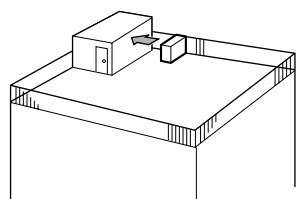

Fig. 2-3
- ① Positionner la sortie d'air vers le mur le plus proche et à environ 50 cm, 19-11/16 inch de celui-ci. (Fig. 2-3)